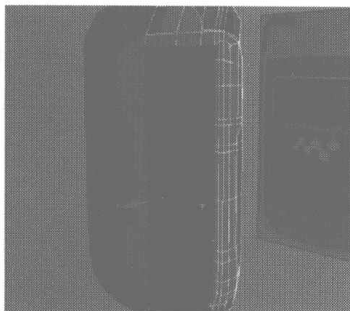
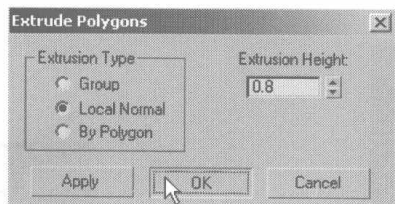

图 4.186
图 4.187
- 18** 选择如图 4.186 所示的面, 在 Edit Polygons 卷展栏中单击 **Extrude** 右侧的小按钮, 在弹出的对话框中设置挤压参数, 如图 4.187 所示, 并选择挤压后内侧厚度的面, 将其删除。